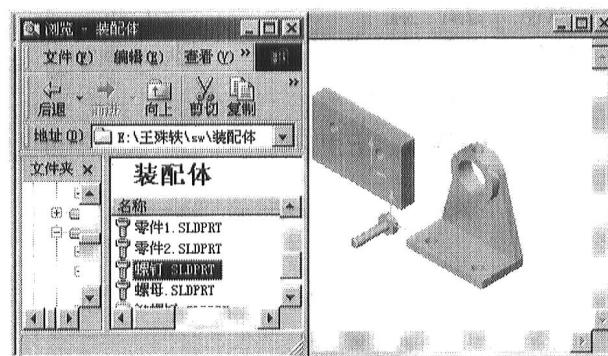

图 1-6 用资源管理器导入零件之一
- (1) 打开 Windows 下的资源管理器，使它显示在最上层，而不被任何窗口所遮挡。
- (2) 找到有关零件所在的目录，拖动所要导入的零件（如螺钉）到 SolidWorks 的显示窗口的任意处，如图 1-6 所示。